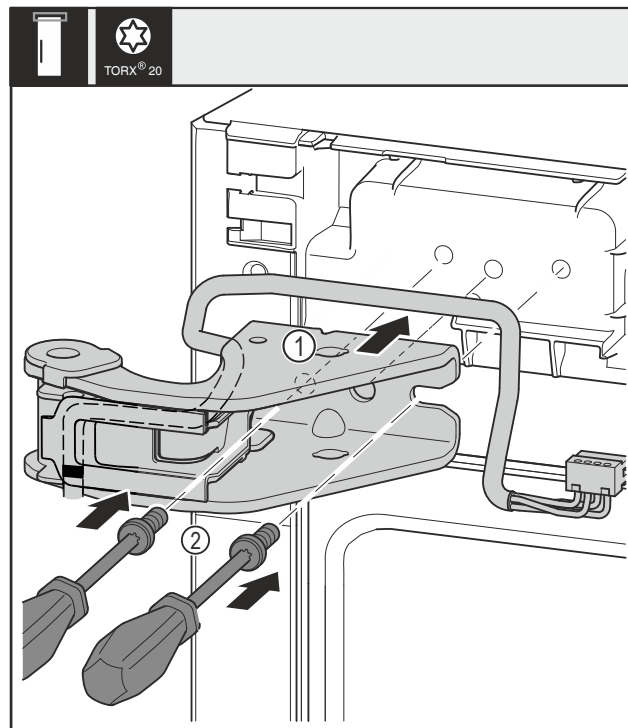

Fig. 35
- Applicare il blocco di supporto superiore Fig. 35 (1).
- Inserire le viti Fig. 35 (2) con un cacciavite e serrarle.